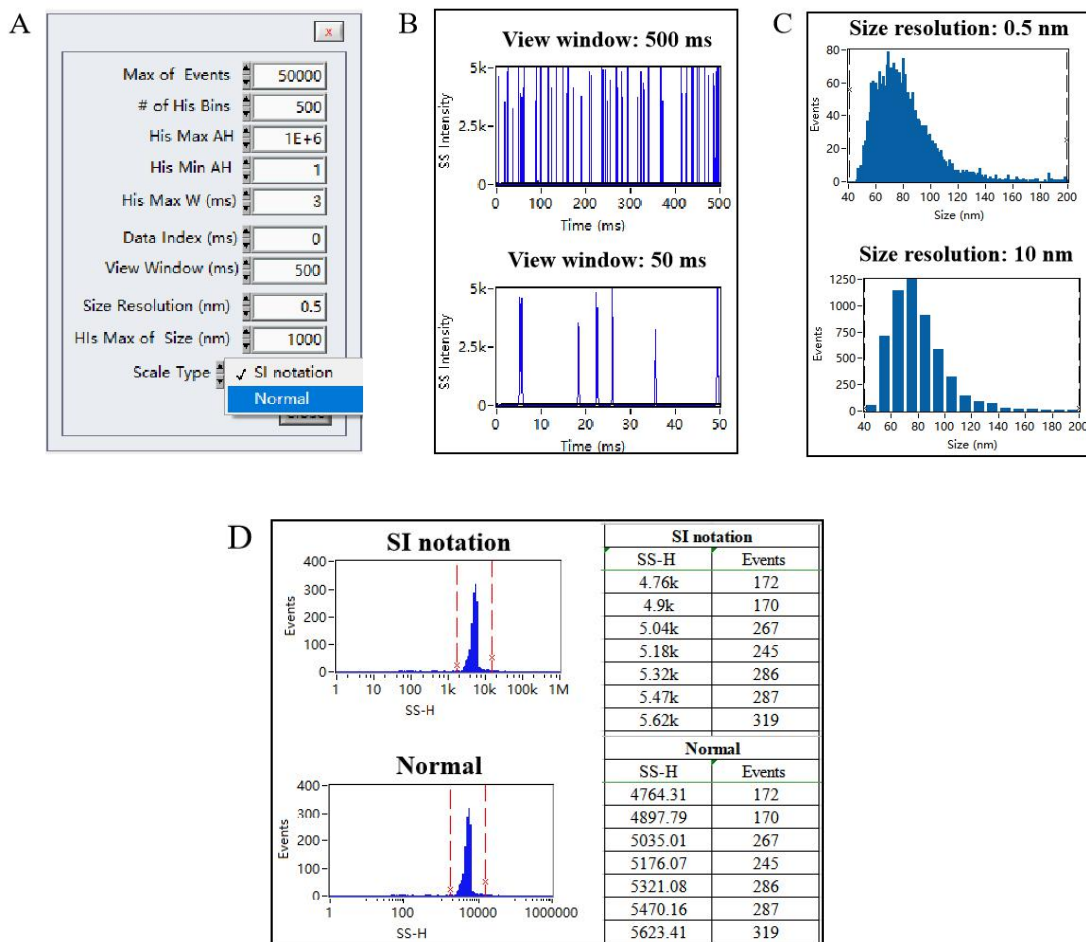

图 2-24 数据显示设置
该图标可以对图表区的显示参数进行设置，如图 2-24-A 所示。
- 1) **View Window:** 可以更改实时脉冲信号图显示的时间长度，例如调小时间长度可以观察颗粒是单个通过的，如图 2-24-B 所示。
- 2) **粒径分辨率 (Size Resolution):** 通过调节粒径分辨率，可以导出不同粒径分辨率的结果报告，默认的分率为 0.5 nm，如图 2-24-C 所示。
- 3) **刻度类型 (Scale Type)** 分为符号模式和数字模式，相应的峰高直方图横坐标刻度显示和导出的峰高原始数据形式如图 2-24-D 所示。